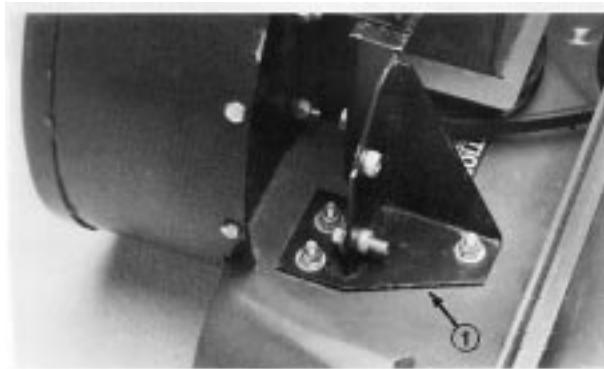

Abbildung 10
- 19.** Vorderen Bügel und vorderes Ablenkblech mit (3) 5/16 x 7/8" (22 mm)-Schloßschrauben und 5/16"-Sicherungsmuttern am Mäherdeck befestigen (Abb. 10)